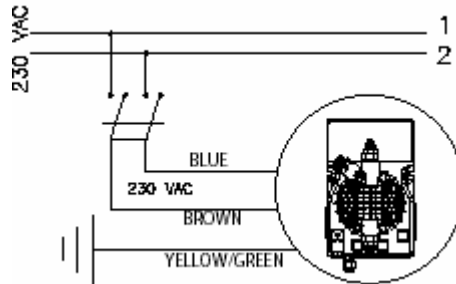

Рис. 4
1. Завершити з'єднання піни від електричної розетки або вимкнути живлення двополюсним вимикачем з мінімальною відстанню між контактами 3 мм (Рис. 4)
1. Від'єднати піни від електричної розетки або вимкнути живлення двополюсним вимикачем з мінімальним відстанню між контактами 3 мм (Рис. 4)
б. – Перед початком установки ознайомтеся з правилами електричних підключень у вашому регіоні. (Рис. 4)